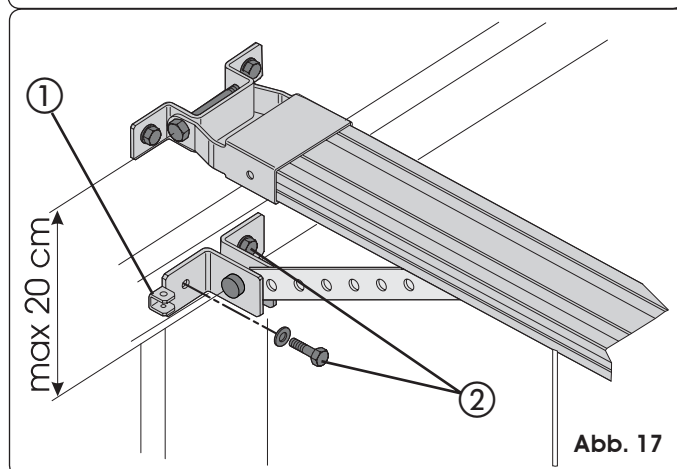
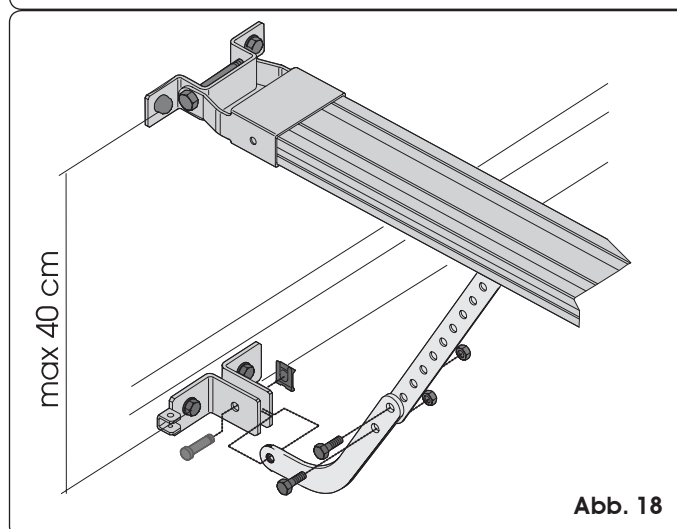

Abb. 17
Abb. 18
- Die Befestigung an der Tür so positionieren, dass die Durchgangsöffnung des Entriegelungsdrahts zur linken Seite des Tors hin gerichtet ist (Bez. ① Abb. 17).
- 4) Sicherstellen, dass die Distanz zwischen den Abständen der Bohrungen zur Fixierung der vorderen Befestigung und der Befestigung am Tor höchstens 20 cm beträgt (Abb. 17). Für den einwandfreien Betrieb der Automation sollten Neigungen des Arms über 30° zur Gleitführung vermieden werden. Wenn der gebogene Arm für Sektionaltore (Extra) verwendet wird, ist die Montage mit dem geraden Arm des Schlittens entsprechend den Angaben in Abb. 18 vorzunehmen. Zur Optimierung der Wirksamkeit des Quetschschuttsystems wird empfohlen, die Befestigung am Sektionaltor so weit unten wie möglich zu fixieren, ohne dabei jedoch den Abstand von 40 cm von der vorderen Befestigung des Antriebs zu überschreiten.
- 5) Anzeichnen, bohren und die Befestigung am Tor mit den Schrauben fixieren (Bez. ② Abb. 17) **NICHT** im Lieferumfang enthalten.